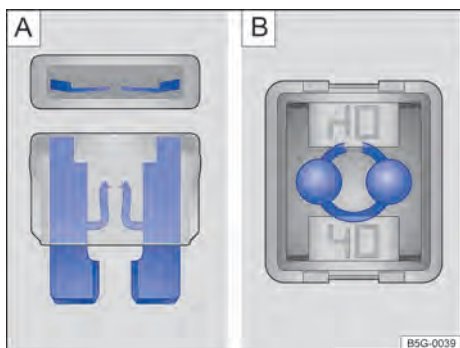

Fig. 178 Fusível queimado: A) fusível plano, B) fusível de bloqueio.
- Um *fusível plano* (ATO®, MINI®) queimado é reconhecido de cima ou de lado pela carcaça transparente nas faixas metálicas derretidas → Fig. 178 A).
- Um *fusível de bloqueio* (JCASE®) queimado é reconhecido pelas faixas metálicas derretidas por cima da carcaça transparente → Fig. 178 B).